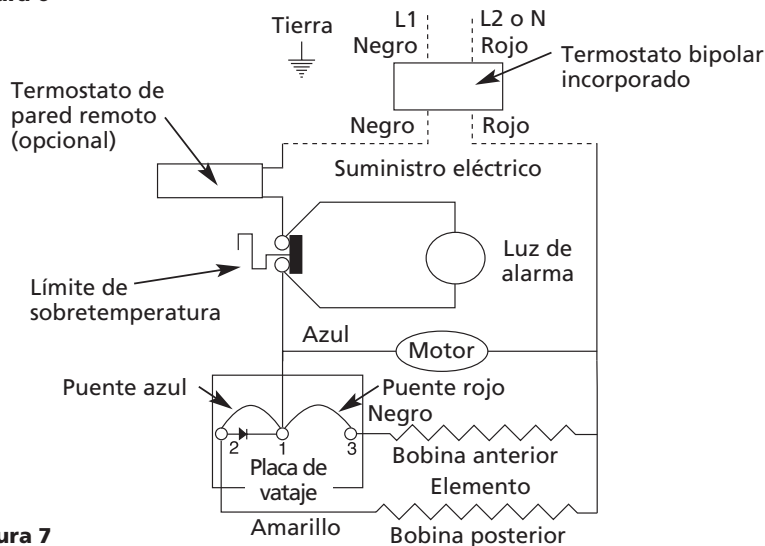

Figura 7
- Conecte un conductor rojo y un conductor negro del termostato al cable de suministro eléctrico de acuerdo con el diagrama de cableado eléctrico (Figura 7), utilizando las tuercas para alambre de lista del tamaño adecuado (suministradas).
3. Haga las conexiones eléctricas. Para esto, con las tuercas para alambre (suministradas), conecte un conductor rojo y un conductor negro del termostato a dos (2) conductores negros del calentador para 240 V, o a los conductores negro y blanco del calentador para 120 V. Conecte el conductor de conexión a tierra de campo al alambre expuesto de conexión a tierra, usando la tuerca para alambre (suministrada) (consulte la Figura 7).